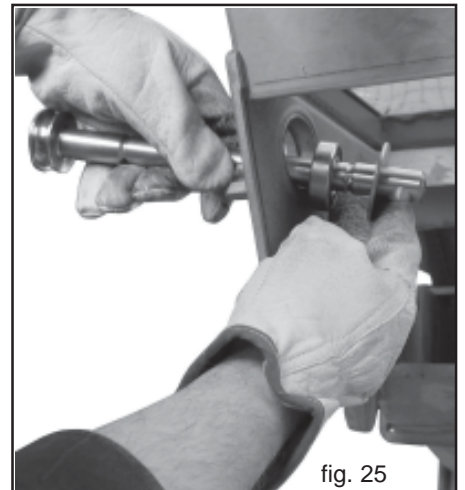

fig. 25
- 4) Durch leichtes Verkanten der Welle und Druck nach innen das Lager und die Deckscheibe aus dem Lagersitz drücken (Abb. 25). Gleiche Arbeit auf der Gegenseite ausführen.